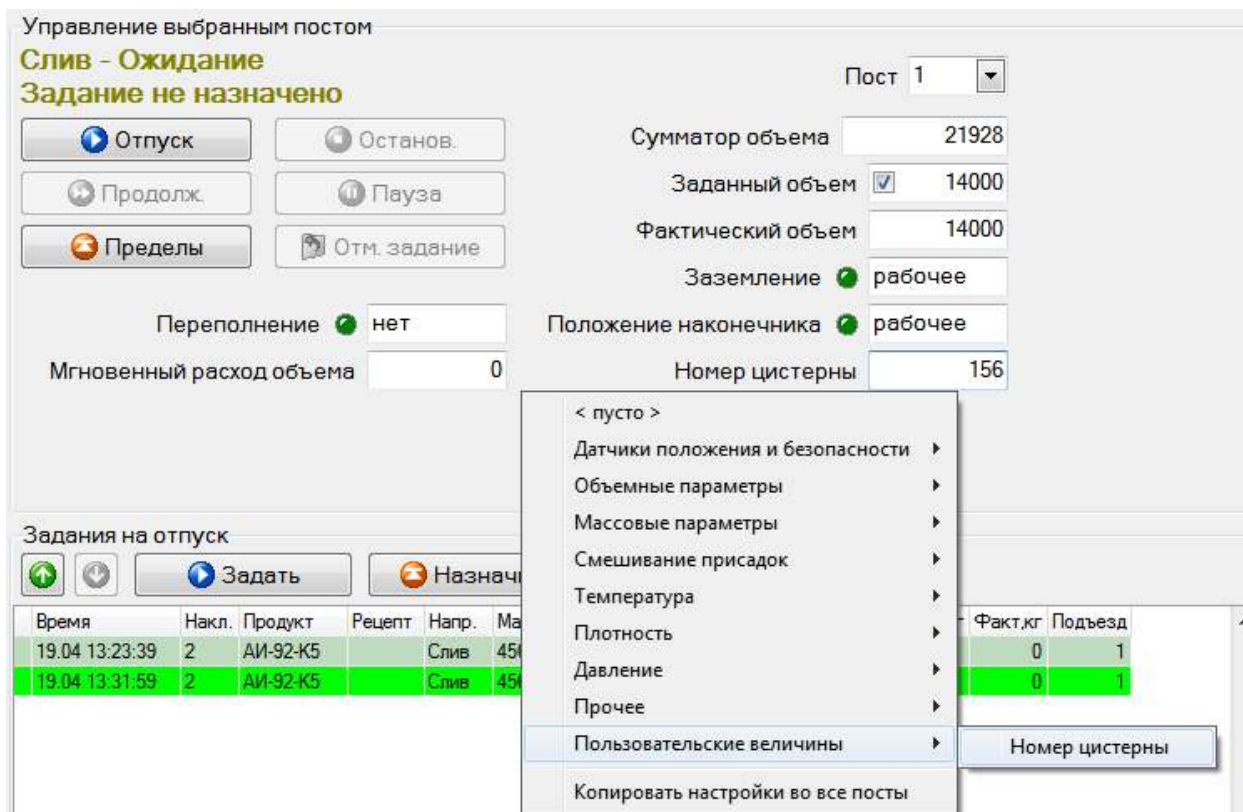

Рисунок 21 – Отображение пользовательских величин
- 3) После заполнения справочника, поле для ввода значений пользовательских величин следует вывести в область управления выбранным постом. Отображение пользовательских величин осуществляется щелчком левой кнопки мыши на свободную область в «Управлении выбранным постом», и выбором созданной ранее пользовательской величины (см. рис. 21). Справочники заполнены, можно приступать к работе.